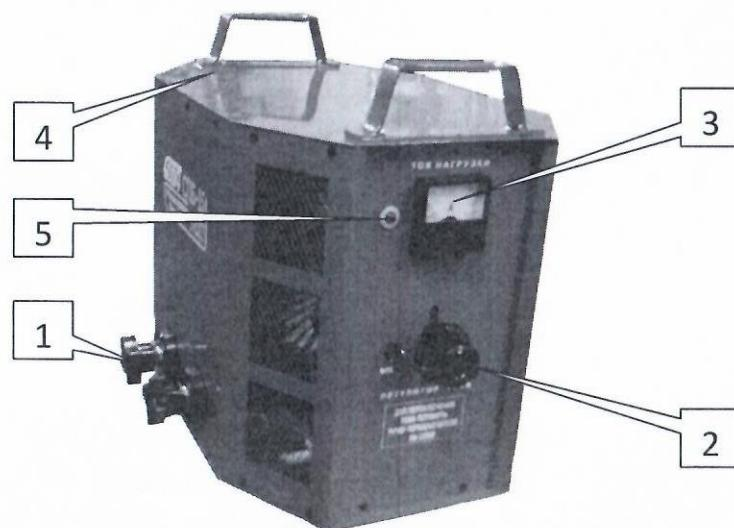

Рис.1. Общий вид станции прогрева бетона.
- 2.1. Станция представляет собой высокоэффективный понижающий трансформатор с принудительным воздушным охлаждением и защитой от перегрева трансформатора. Станция «Дуга СПБ-15NEXT» смонтирована в стальном корпусе (Рис.1 поз.4).
- 2.2. На лицевой панели (рис.1) размещены: амперметр (Рис.1 поз.3) для контроля тока нагрузки, ступенчатый регулятор тока на 13 положений (Рис.1 поз.2), рычаг «Стоп» (Рис.1 поз.5 и 6), светодиод (Нагрузка) (Рис.1 поз.5).
- 2.3. Ввод питающего кабеля осуществляется через отверстие в лючке на задней крышке корпуса станции. Жилы питающего кабеля необходимо подключить к клеммной колодке, установленной на корпусе за лючком. Автоматический выключатель защищает станцию посредством автоматического отключения ее от сети при коротком замыкании и перегрузках. Светодиод «Сеть» сигнализирует о переводе в рабочее состояние автоматического выключателя и наличии питающего сетевого напряжения на трансформаторе. Светодиод «Нагрузка» (Рис.1 поз.5) светится при подаче напряжения на нагрузочные клеммы станции посредством нажатия регулятора тока нагрузки (Рис.1 поз.2) по направлению «от себя» до щелчка. При этом нагреватели бетона подключаются к электропитанию через нагрузочные клеммы станции. При превышении рабочей температуры трансформатора выше 110 градусов Цельсия, термостат, вмонтированный в трансформатор, сработает, произойдет автоматическое отбрасывание переключателя и соответственно разрыв электрической цепи. Нагреватели бетона будут обесточены. Светодиод «Нагрузка» погаснет.
* подключить промежуточные соединительные провода нагрузки к выходным зажимам станции (Рис.1 поз.1).
5.5. Установить переключатель в крайнее левое положение, на минимум вторичного напряжения – 18В нажатием на ручку переключателя до щелчка – величина тока нагрузки контролируется по амперметру (Рис.1 поз.3).
5.6. Включить автоматический выключатель; величина тока нагрузки контролируется по амперметру (Рис.1 поз.3);